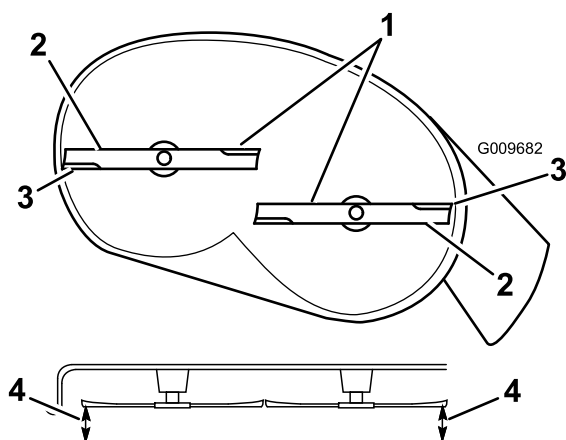
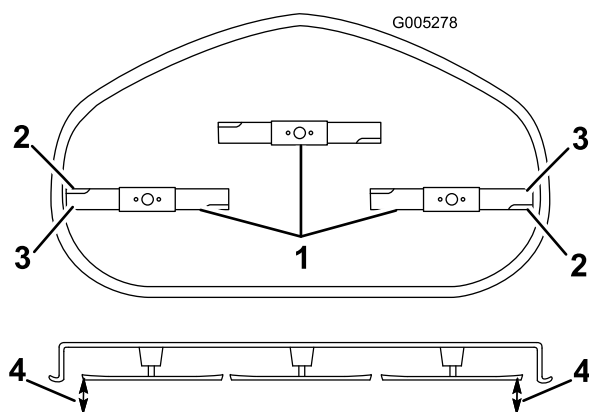

Bild 57
Bild 58
- Drehen Sie die Messer vorsichtig, sodass sie alle seitlich gestellt sind (Bild 57 und Bild 58).
5. Messen Sie den Abstand zwischen den äußeren Schnittkanten und der ebenen Oberfläche (Bild 57 und Bild 58). Wenn beide Messwerte nicht innerhalb von 5 mm liegen, ist eine Einstellung erforderlich. Machen Sie mit diesen Schritten weiter.